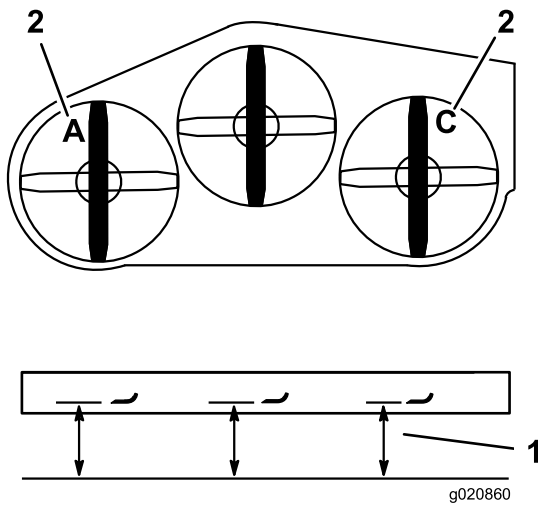

Bild 85
- Messen Sie das linke Messer an der Stelle **A** von einer ebenen Oberfläche bis zur Schnittkante der Messerspitze und notieren Sie den Wert (Bild 85).
- Messen Sie das rechte Messer an der Stelle **C** von einer ebenen Oberfläche bis zur Schnittkante der Messerspitze und notieren Sie den Wert (Bild 85).
- Stellen Sie die Einstellschrauben in den Jochen an den Stellen **A** und **C** ein, um die richtige Höhe zu erhalten (Bild 85).
3. Messen Sie das rechte Messer an der Stelle **C** von einer ebenen Oberfläche bis zur Schnittkante der Messerspitze und notieren Sie den Wert (Bild 85).